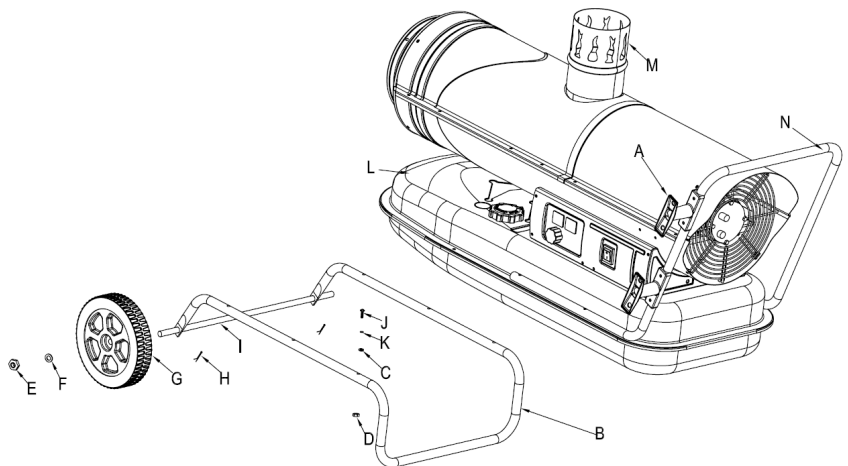

Abb. 5-3: Montage DHG 30 K und DHG 50 K
- ➔ Stecken Sie die Radachse (Pos. I, Abb. 5-3) in das entsprechende Loch des Rohrgestells (Pos. B, Abb. 5-3).
- ➔ Setzen Sie den Splint (Pos. H, Abb. 5-3) in die entsprechenden Löcher ein. Schieben Sie das Rad (Pos. G, Abb. 5-3) auf die Radachse, legen Sie die Unterlegscheibe (Pos. F, Abb. 5-3) auf die beiden Seiten der Achse und schrauben Sie die Mutter (Pos. E, Abb. 5-3), um das Rad auf der Achse zu befestigen.
- ➔ Setzen Sie den Heizkörper (Pos. K, Abb. 5-3) auf den Rohrgestellrahmen und stellen Sie sicher, dass die 4 Löcher des Griffs (Pos. A, Abb. 5-3) auf die entsprechenden 4 Löcher des Rohrgestells ausgerichtet sind.
- ➔ Mit der Schraube (Pos. J, Abb. 5-3), der Unterlegscheibe (Pos. C, Abb. 5-3) und der Mutter (Pos. D, Abb. 5-3) das Rohrgestell und den Griff am Tank befestigen.
- ➔ Befestigen Sie den Kabelhalter (Pos. A, Abb. 5-3), mit der Schraube (Pos. J, Abb. 5-3), der Unterlegscheibe (Pos. C, Abb. 5-3), und der Mutter (Pos. D, Abb. 5-3), am Griff M in der entsprechenden Position.